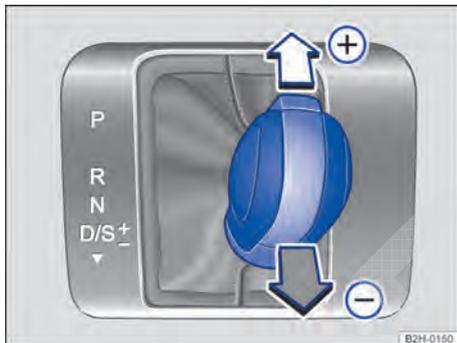

Fig. 103 Veículos com direção à esquerda: alavanca seletora na posição Tiptronic (em veículos com direção à direita é espelhado)
- Mover a alavanca seletora para frente **+** ou para trás **-** para aumentar ou diminuir a marcha **⇒ Fig. 103**.